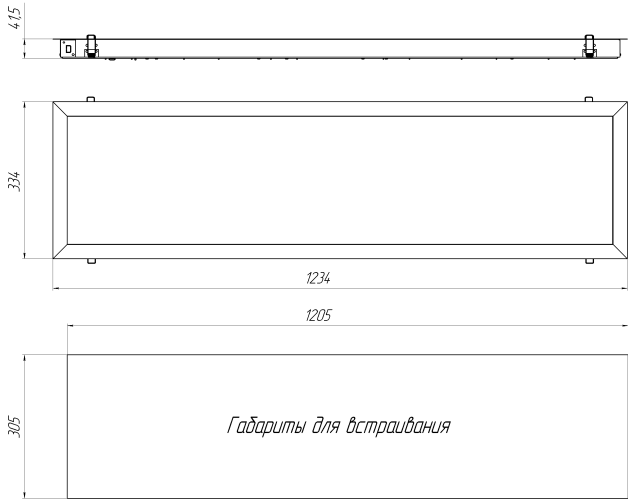

Рисунок 1. Габаритный чертеж Econex Office Gk 1200x300 G2 EM
5.1.2. Для установки светильника необходимо повернуть торцевую панель и аккуратно снять рассеиватель. Надежно закрепить на ровной поверхности корпус светильника при помощи комплекта креплений, габариты для монтажа см. рисунок 1.